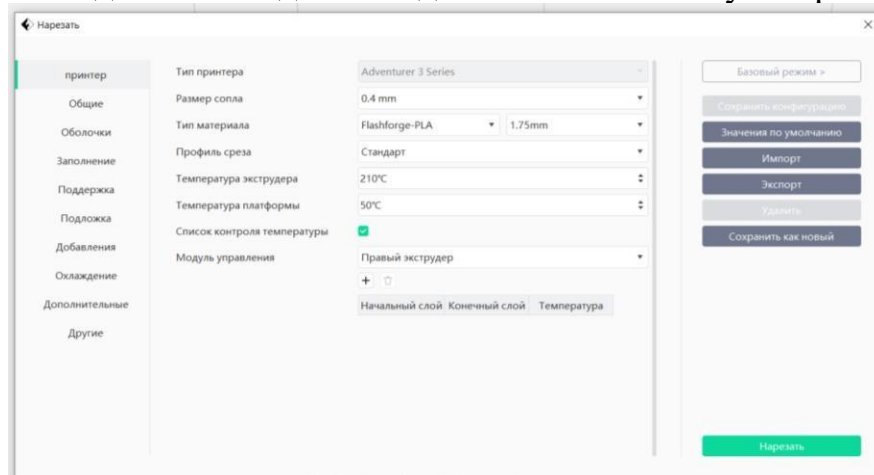

Рис.7. Параметры нарезки
3. Для того, чтобы «нарезать» модель необходимо нажать на кнопку «Начать нарезку» (рис.7).